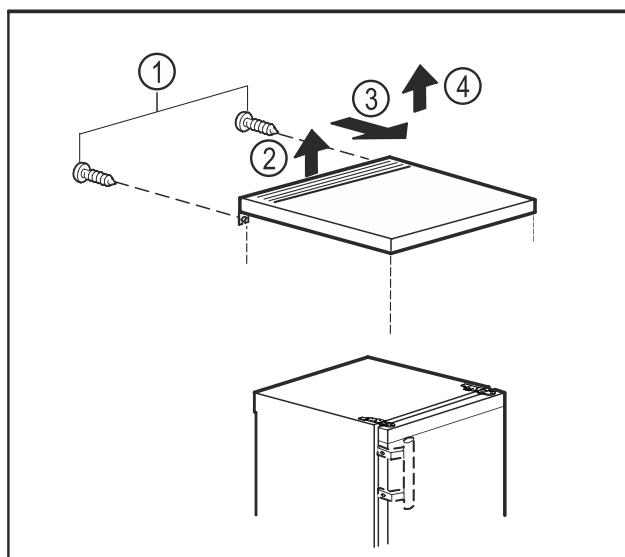

Fig. 10
- Отстранете винтовете от задната страна. Fig. 10 (1)
- Повдигнете плота на масата отзад. Fig. 10 (2)
- Преместете плота на масата напред. Fig. 10 (3)
- Свалете плота на масата нагоре. Fig. 10 (4)